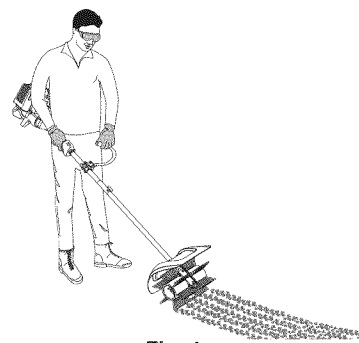

Fig. 4
- Párese en la posición de operación (Fig. 4).
5. Avance con la unidad a una velocidad moderada para barrer los residuos hacia adelante (Fig. 4). Opcionalmente, puede ser conveniente inclinar levemente el cepillo eléctrico a la izquierda para correr los residuos hacia el costado.